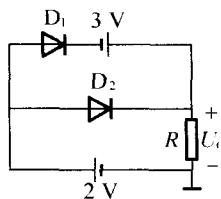

图 1-10
1.4 在图 1-10 所示电路中, D_1 、 D_2 为理想二极管, 则电压 U_o 为()。